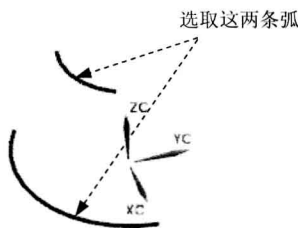

图 3.2.17 选取圆弧
Step 4 选取图 3.2.17 所示的两条弧，完成圆锥体特征的创建。